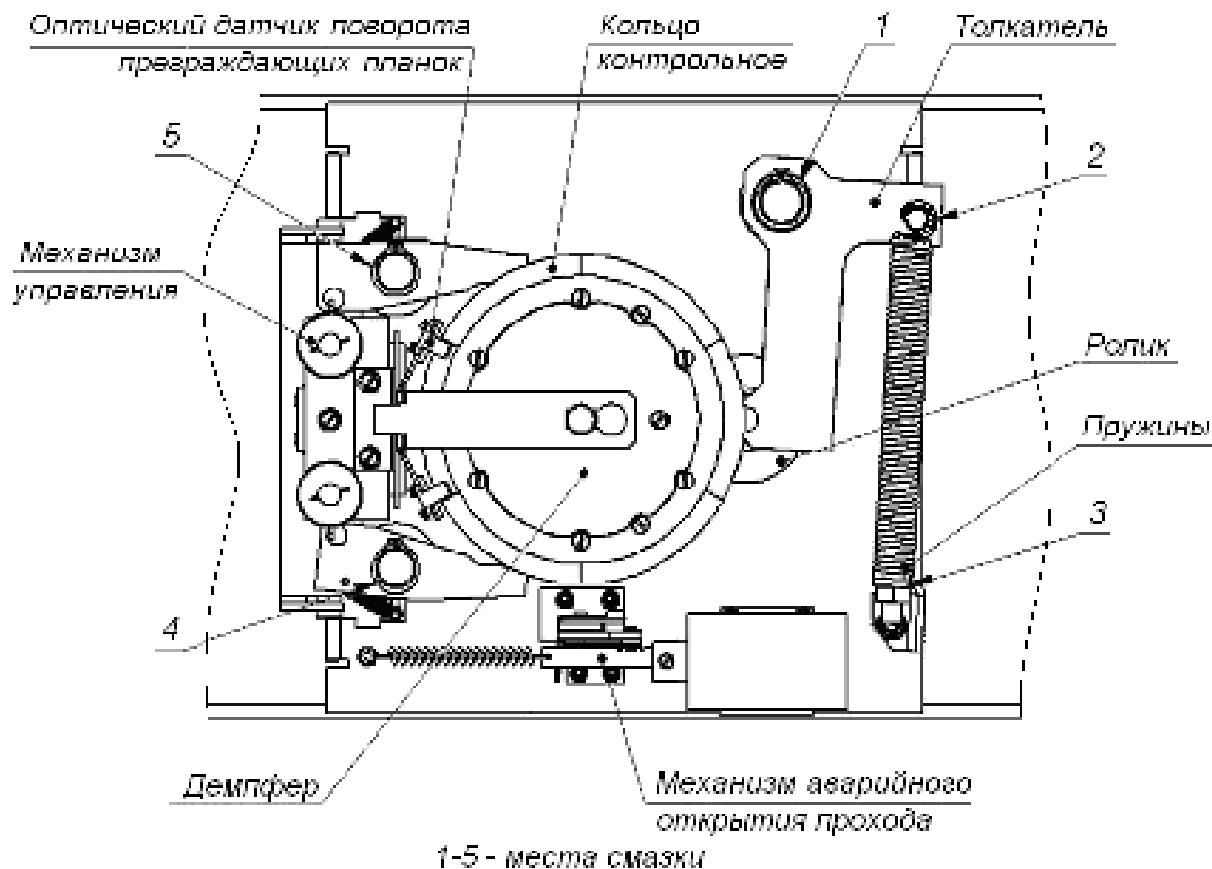

Рисунок 16. Расположение внутренних деталей и узлов механизма турникета
- Снимите крышку (3) в порядке, указанном в разд. 6.
- Осмотрите устройство доворота (толкатель, пружины и ролик), оптические датчики поворота преграждающих планок и демпфирующее устройство (см. рис. 16).
- Выполните смазку узлов трения механизма турникета смазкой ШРУС-4. Не допускайте попадания смазки на поверхность кольца диска контрольного и на ролик. Смазку производите в следующих точках (см. рис. 16):
11. Проверьте крепление преграждающих планок (5) в шарнирных узлах турникета и, при необходимости, подтяните крепежные винты.
13. Установите на место крышку (3) (см. разд. 6) и зафиксируйте ее винтом.